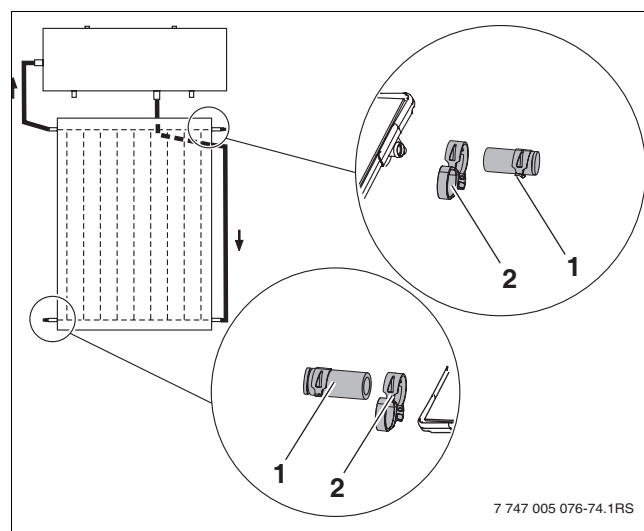

Fig. 57 Bride du compensateur avec anneau de sécurité et bouchon borgne prémonteré
- Insérer le bouchon borgne (fig. 57, [1]) avec bride du compensateur [2] sur les deux raccords libres du champ de capteurs.